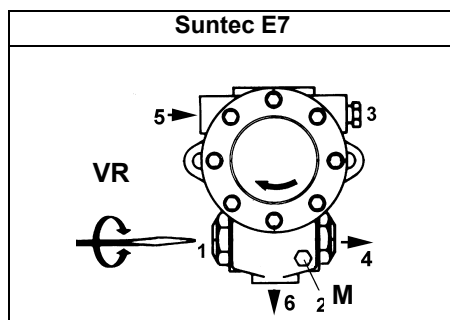
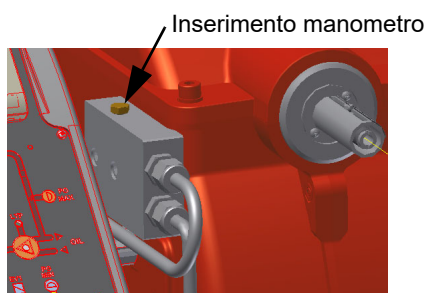

Fig. 8
Fig. 9
- 3 sfiatare l'aria dall'attacco (**M**) manometro della pompa (Fig. 8), allentando leggermente il tappo, senza toglierlo; quindi rilasciare il contattore.
- 5 Solo se necessario, regolare la pressione di alimentazione (vedi relativo paragrafo) nel modo seguente: inserire un manometro nella posizione indicata in Fig. 9 agire sulla vite di regolazione **VR** della pompa (vedi Fig. 8) fino ad ottenere una pressione all'ugello pari a 20 bar (ugelli Monarch o ugelli Bergonzo - vedere grafici a pag. 41);